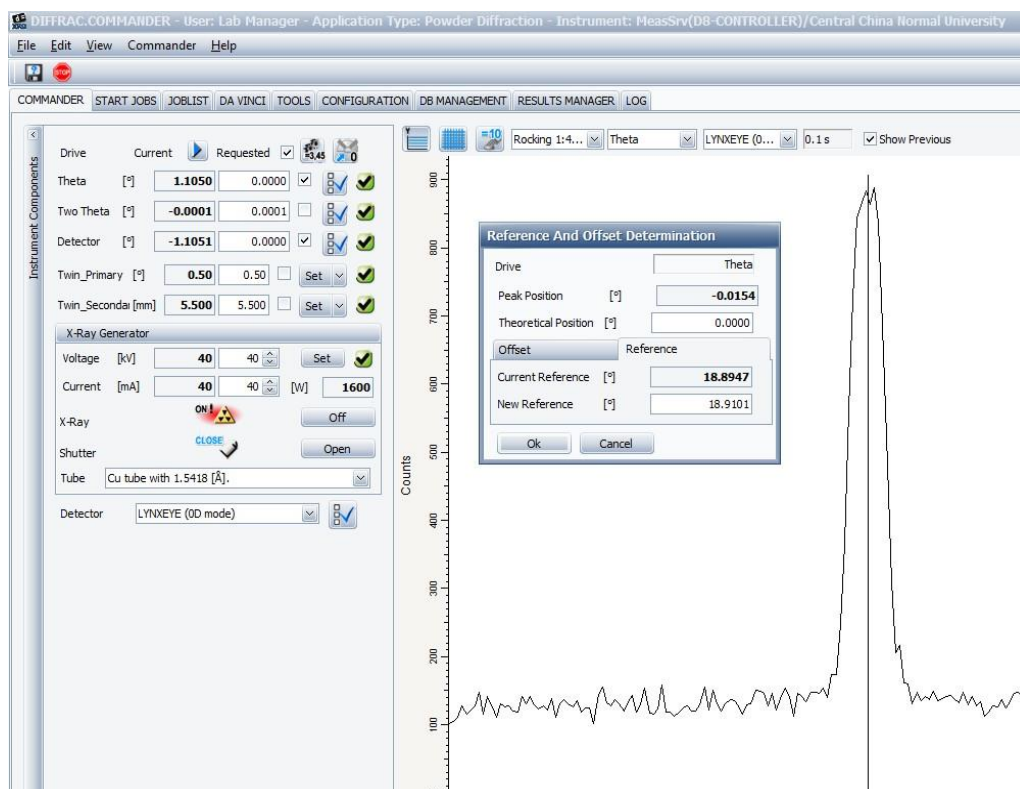

图 2-2
- (4) 再点击Start测试一遍，最强峰位置在正负 0.004° 左右即可。至此光管的调整完毕。
- (5) 取下玻璃狭缝，换上刚玉标样，取下Cu吸收片，探测器改成1维模式，选择coupledTwotheta/theta扫描，扫描范围 34.5 — 36.0 ， $0.01^{\circ}/\text{步}$ ， $0.1\text{秒}/\text{步}$ ，点击Start，测完后打开commander目录下的reference and offset determination，选择reference，将theoretical position设置在 35.149 ，点击OK重置探测器的参考位置。（图 2-2）